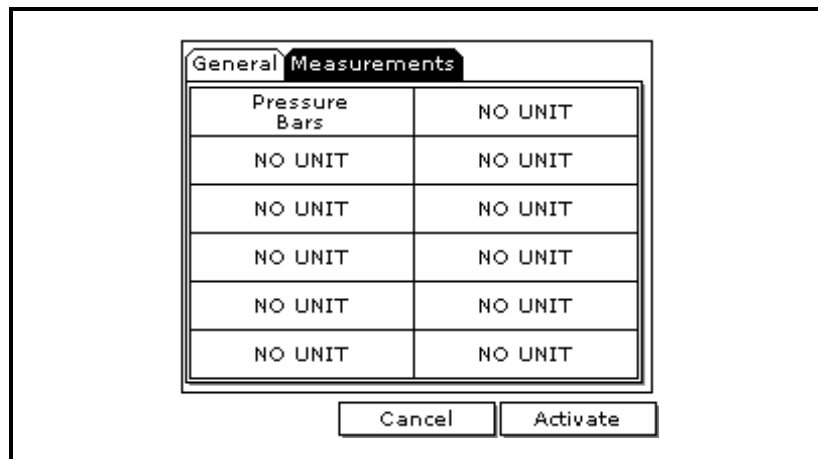

Figura 4-3: La ventana Log Measurements
2. Use las teclas de flecha para devolverse a la ficha **General** y luego vaya a la ficha **Measurements** y pulse [ENTER]. Aparece una pantalla similar a la Figura 4-3 a continuación.